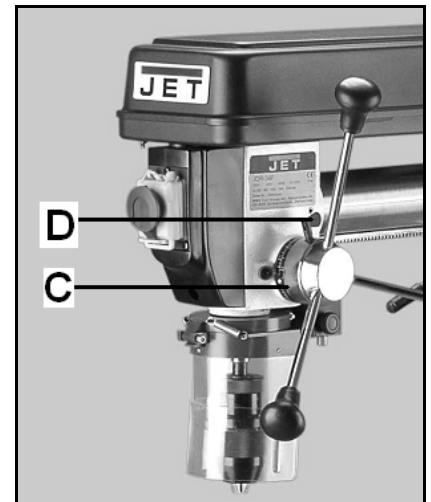

Fig 3
Drehen Sie den Stelling (C, Fig.3) gegen den Uhrzeigersinn, bis zum Anschlag und klemmen Sie die Griffschraube (D) fest.